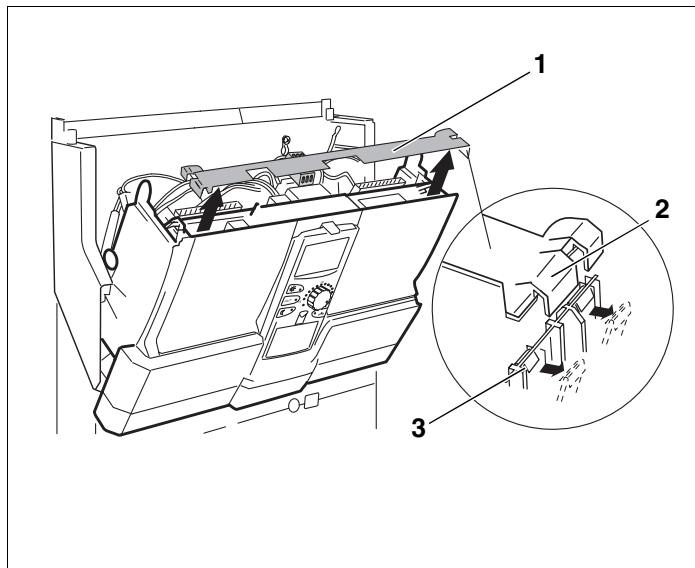

Рис. 4 Демонтаж планки
Для снятия планки (рис. 4, поз. 1) потребуется отвертка.
- Освободите планку с одной стороны. Для этого нужно отверткой нажать по направлению наружу на одну из защелок (рис. 4, поз. 3).
- Приподнимите горизонтальную планку за язычок (рис. 4, поз. 2).
- Снимите планку (рис. 4, поз. 1).